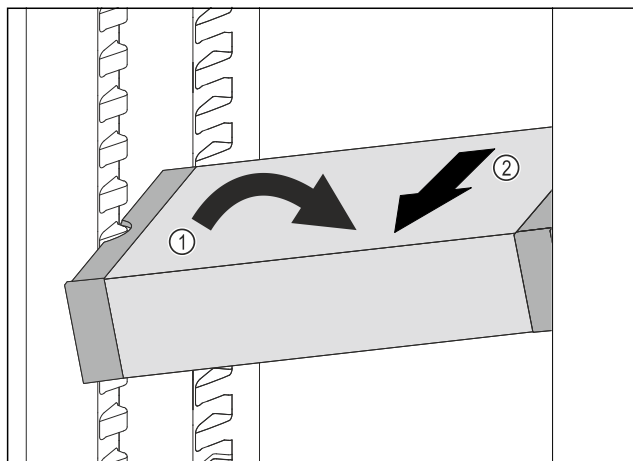

Fig. 85
- ▶ Állítsa ferde helyzetbe a VarioSafe-fiókot a hűtőrészben. Fig. 85 (1)
- ▶ Előrefelé vegye ki a VarioSafe-fiókot. Fig. 85 (2)